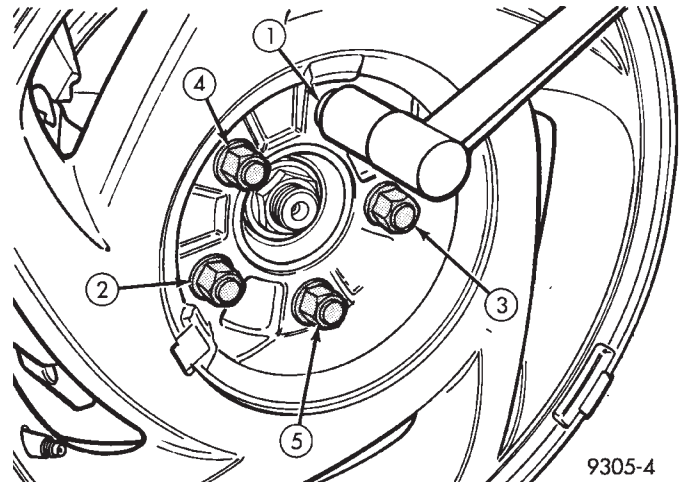

Abb. 20 Radmuttern festziehen
(12) Vorderrad anbauen. Radmuttern in der vorgeschriebenen Reihenfolge (Abb. 20) bis zum halben Anzugsmoment anziehen. Dann die Muttern in derselben Reihenfolge noch einmal bis zum vollen Anzugsmoment von 129 N·m (95 ft. lbs.) festziehen.
(13) Fahrzeug auf den Boden absenken.